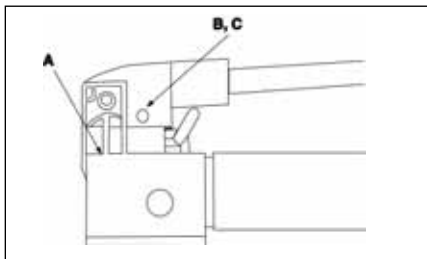

Figure 10
(C) régulièrement en utilisant de la graisse pour roulements à rouleaux. Voir figure 10